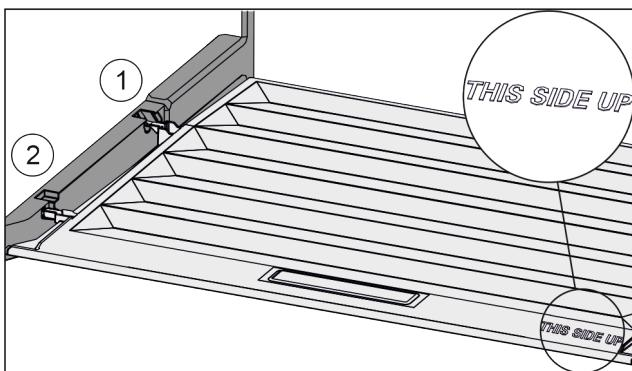

Fig. 139
- ▶ 从后部固定支架 Fig. 139 (1)开口导入桥形接片并卡入固定支架 Fig. 139 (2)的前端。